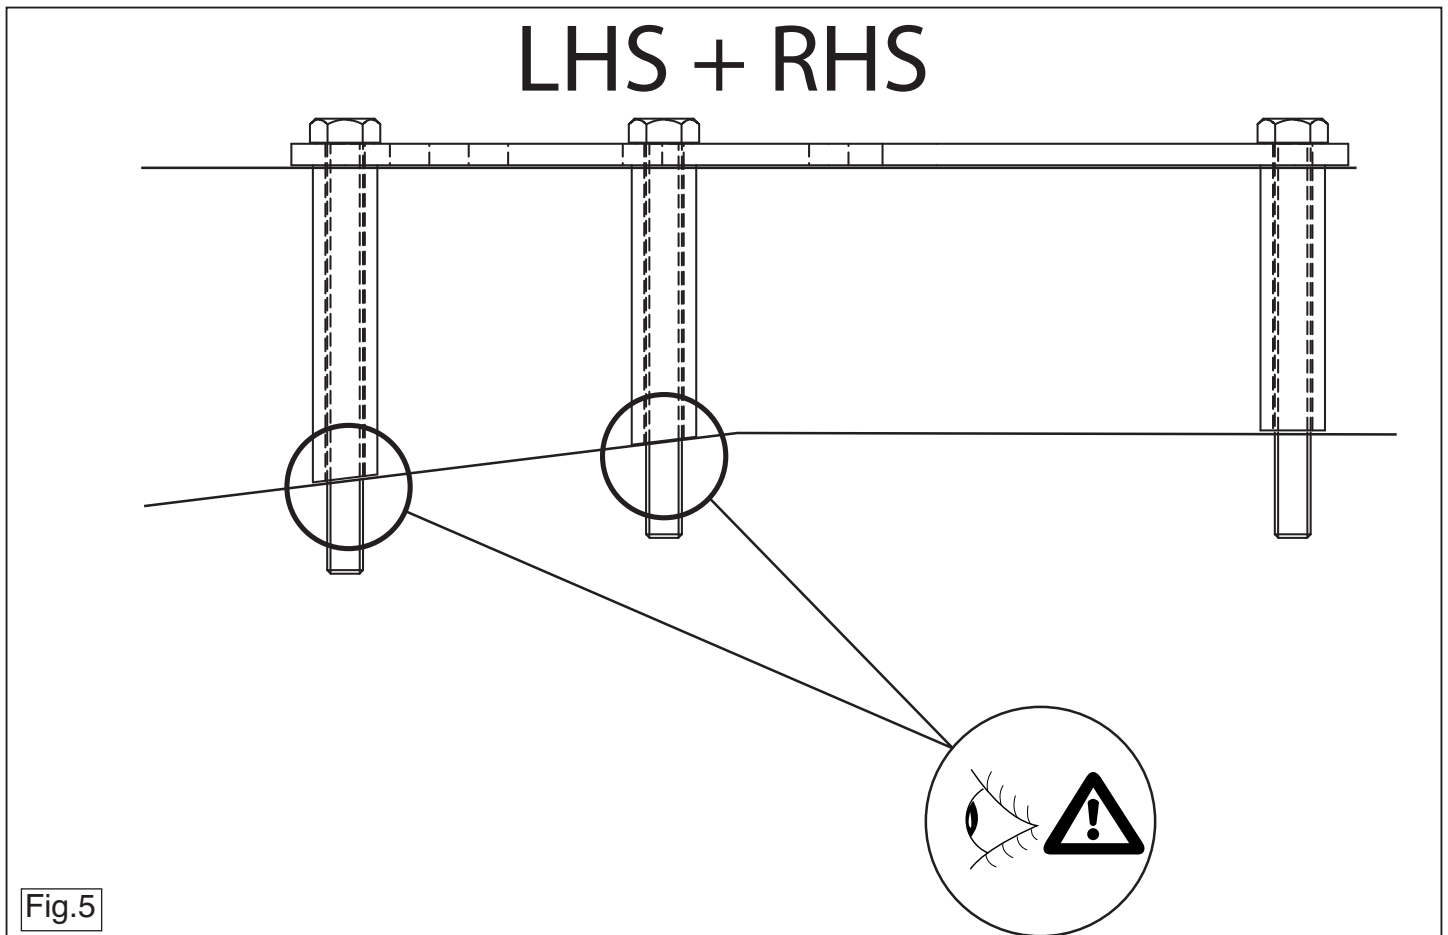

Fig.5
11. Anbring spændpladerne og afstandsrørerne over boltene og anbring hæl-heden i de netop borede huller. Se fig. 5.